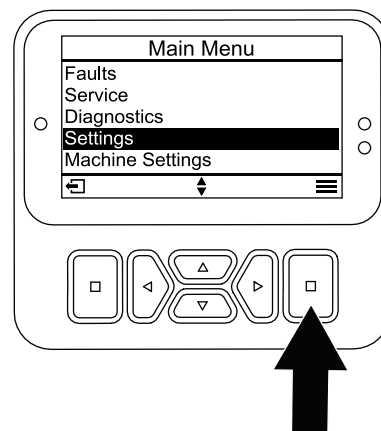

Figure 33
1. Depuis le MENU PRINCIPAL, naviguez jusqu'au menu RÉGLAGES et appuyez sur le bouton de sélection (**Figure 33**).